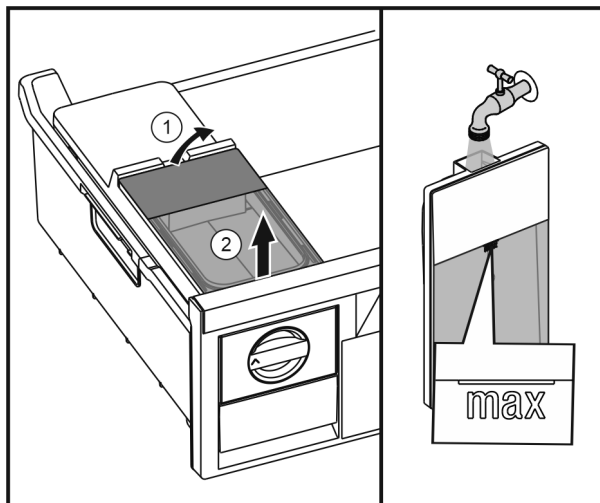

Fig. 31
- ▶ Zvedněte vzadu nádržku na vodu Fig. 31 (1) a poté ji vyjměte směrem nahoru Fig. 31 (2).